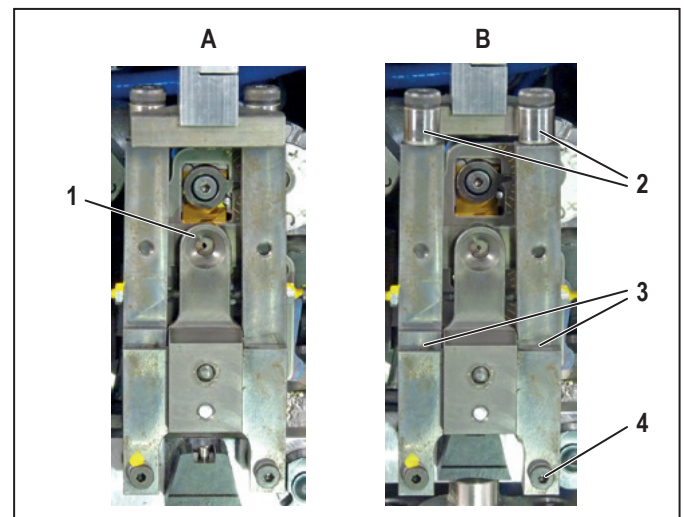

Bild 7.3 Montagehållare för flertrådiga ledare i driftposition (A) och dragen framåt (B)
- Dra montagehållaren för flertrådiga ledare framåt (Figure 7.3, B).
- Kontrollera att valsarna (2) kan röra sig fritt.
- Smörj rotationspunkterna (3) på montagehållaren för flertrådiga ledare.
- Se till att montagehållaren för flertrådiga ledare är i frontläge (Figure 7.3, B).
- Ta bort den nedre högra skruven på montagehållaren för ledare (Figure 7.3, 4).